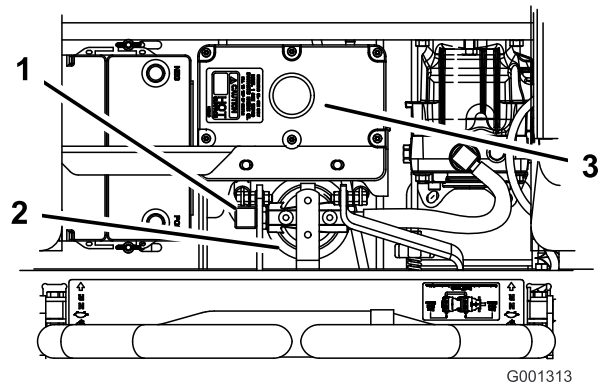

Figura 100
4. Retire el tubo hidráulico derecho a su entrada en el adaptador (Figura 100).
6. Instale el tubo hidráulico derecho en el adaptador (Figura 100).